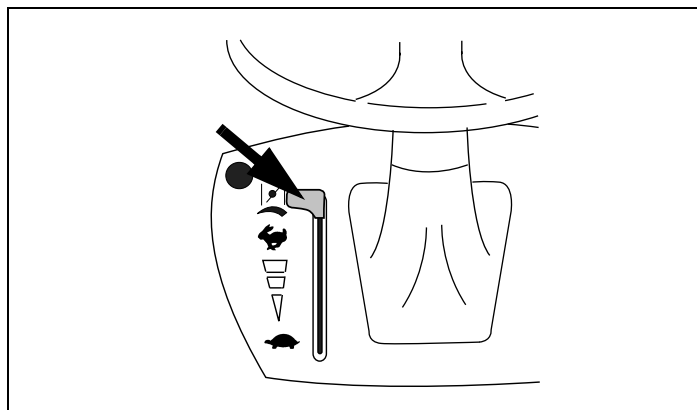

Figure 8. Commande combinée de vitesse et volet de départ
2. Déplacez la commande combinée à la position **VOLET DE DÉPART** ou **MARCHE** (consultez les directives du fabricant de l'équipement). Voir les Figures 8 et 9.
Si vous redémarrez votre moteur à chaud, après un court arrêt, amenez la commande combinée à la position **RAPIDE** au lieu de la position **VOLET DE DÉPART** ou **DÉMARRAGE**. Voir les Figures 8 et 9.